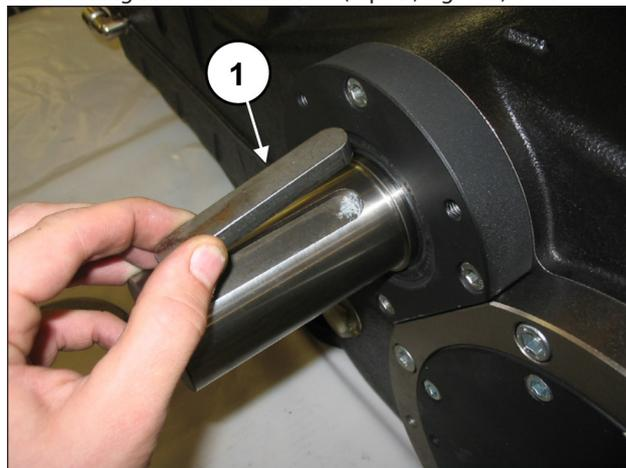

Fig. 105
Poser la languette sur l'arbre PTO (rep. ①, Fig. 105).